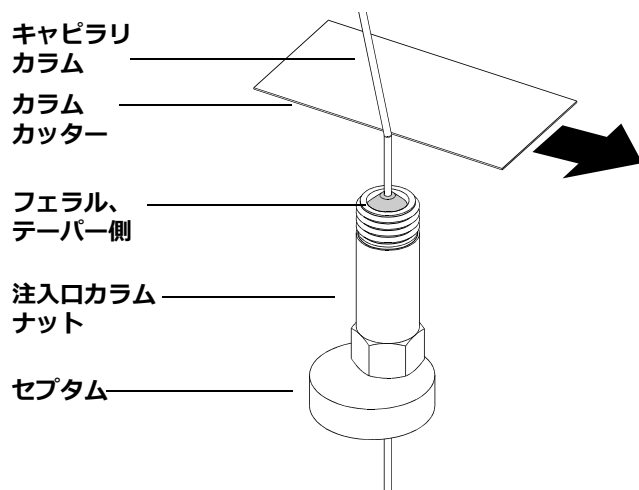

図 4 キャピラリーカラムの取り付け準備
- 2 セプタム、カラムナットおよびコンディショニングされたフェラルをカラムの固定されていない方の端に突き通します (図 4)。フェラルのテーパー側を上に向けて通します。